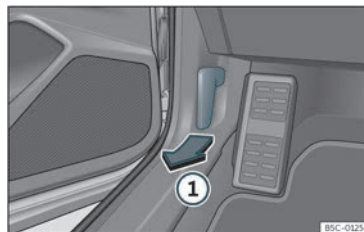

Fig. 212 Palanca de desbloqueo no espazo repousapés do condutor.
- Abra a porta e puxe da panca que hai debaixo do taboleiro de instrumentos >>> **fig. 212 ①**.